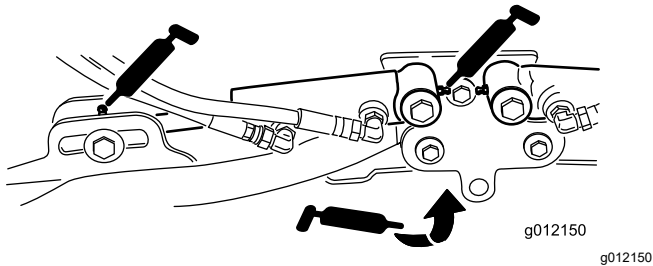

Figure 42
- Vérins des bras de levage des unités de coupe (x 2) (Figure 42)
- Pivots des bras de levage (x 1) (Figure 42)